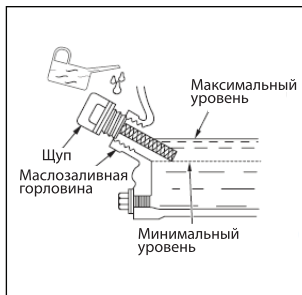

Рис.16
**ВНИМАНИЕ!** Перелив масла может привести к поломке генераторной установки, поэтому заливайте масло постоянно проверяя его уровень щупом. Если было залито лишнее масло, выше отметки Max. на щупе, его необходимо слить (Рис. 16).